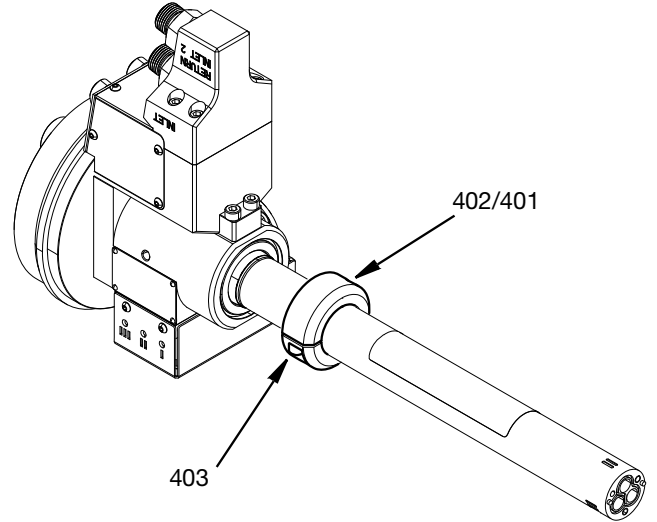

FIG. 16
8. Adaptör orta gövdeden çıkarılmış haldeyken, iki adet M5 vidayı (403) gevşetin ve rondela (402) yardımıyla kilit halkası tertibatını (401) çıkarın. Bkz. FIG. 16.